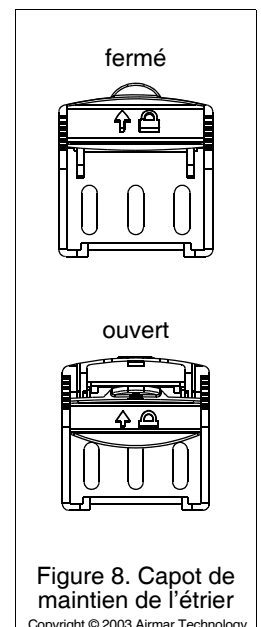

Figure 8. Capot de maintien de l'étrier
1. Si le capot est fermé, ouvrez-le en comprimant le verrouillage et en pivotant le capot vers le bas (Figure 8).